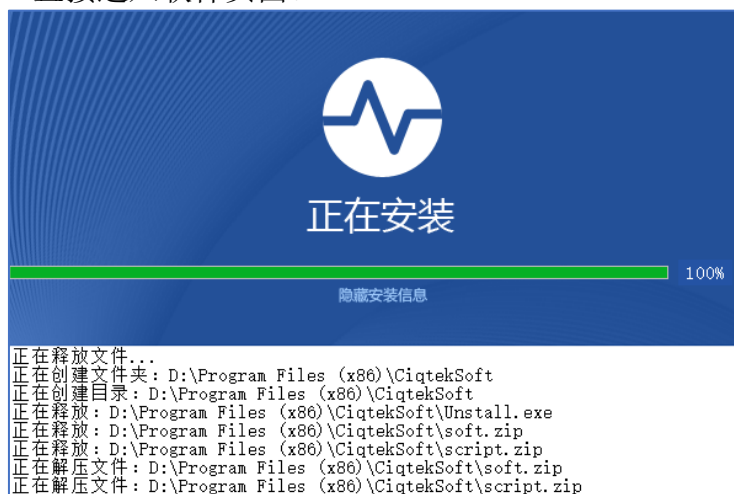

图 3.1.4 安装过程
2、在安装向导页面可以选择安装的软件语言，选好语言之后可以点击“快速安装”直接进入安装过程，直接安装到默认 D:\Program Files(X86) 文件夹；也支持用户自己选择安装目录，点击“自定义选项”进入安装路径选择页面，如图 3.1.3，选择好路径后，点击“快速安装”后进入安装页面，如图 3.1.4。